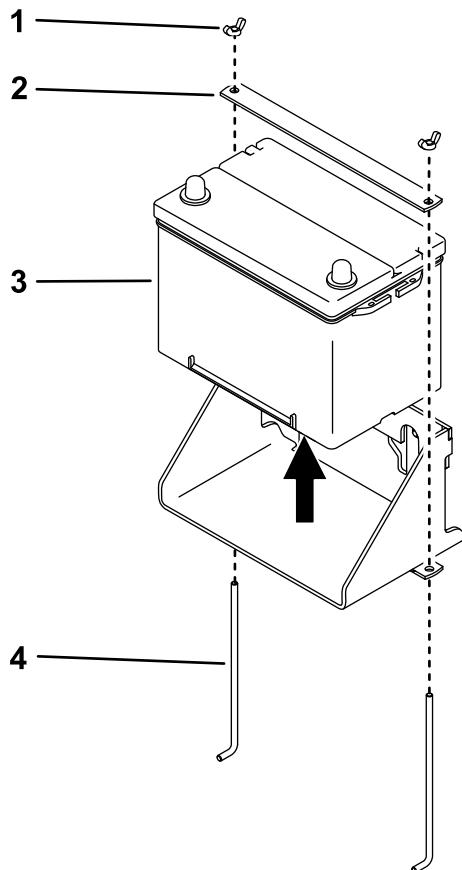

Рисунок 7
6. Выверните и сохраните две барашковые гайки. Снимите и удалите в отходы планку и два прижимных стержня (Рисунок 7).
1. Установите сменную аккумуляторную батарею, используя планку и 2 прижимных стержня из комплекта, а также 2 ранее снятые барашковые гайки, как показано на Рисунок 7.